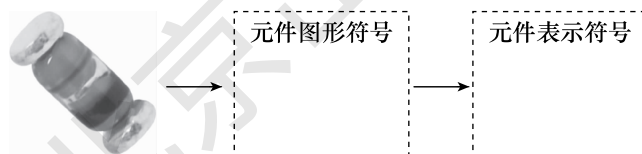

图 1-11 表贴开关二极管
(5) 如图 1-11 所示, 将表贴开关二极管的图形符号、表示符号填入对应方框中。